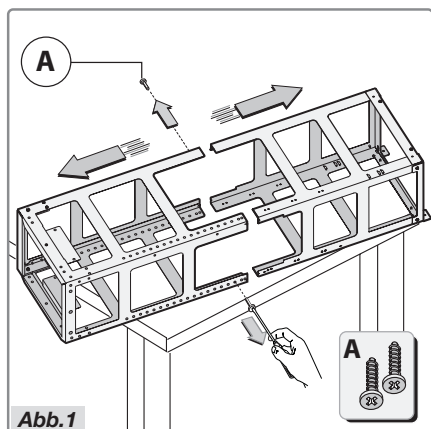

Abb.1
Für den Wechsel der Halogenlampen **B** auf das Deckglas **C** drücken; siehe Abb.1.
- Nehmen Sie die Konstruktion aus der Verpackung und entfernen Sie die zwei Schrauben **A**, um das Ober- vom Unterteil zu trennen (Abb.1).